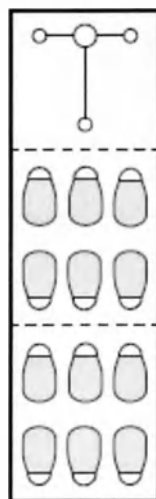

Рис. 5.1.47.
1. См. рис. 5.1.47. Отделите клейкие квадратные плёнки от защитного покрытия